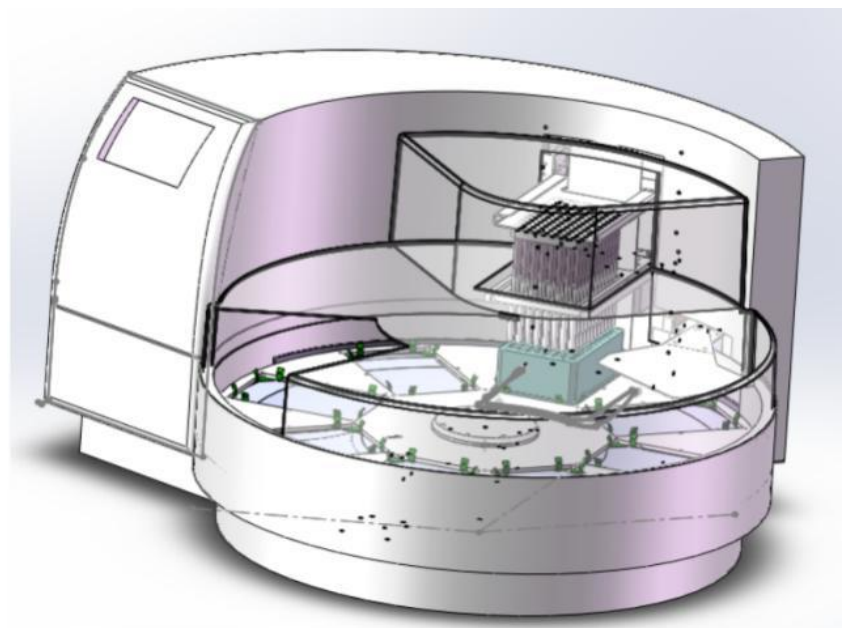

图 1-1. Purifier 24
**工作原理** Purifier 24（图 1-1）设计用于标准深孔板中全自动转移和处理磁珠。